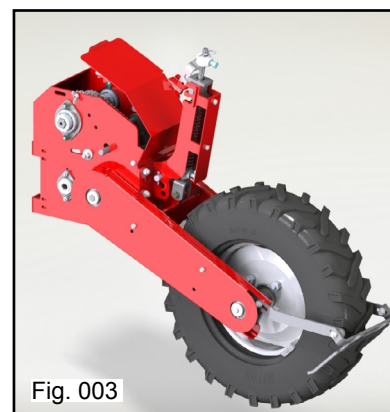

Fig. 003
- Melhor tração em terrenos úmidos (Fig. 003);